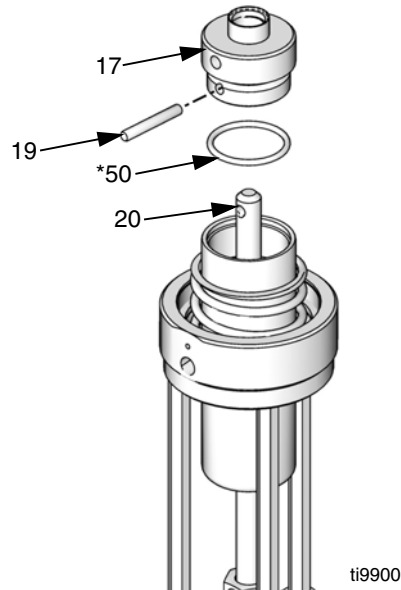

Рис.15
- 6 Только для пневматических двигателей серии В. Извлеките установочный штифт (19) и снимите головку поршня (17) и передаточного вала (20). Снимите уплотнительное кольцо (50\*) с крышки поршня. Осмотрите все детали на наличие повреждений. См. Рис.15.